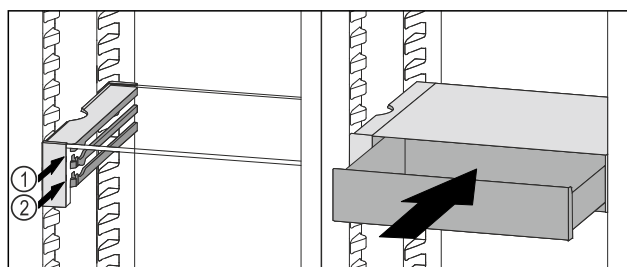

Fig. 204
- Nasadte zásuvku VarioSafe za zarážky na požadovaném žebro Fig. 204 (1) nebo Fig. 204 (2).